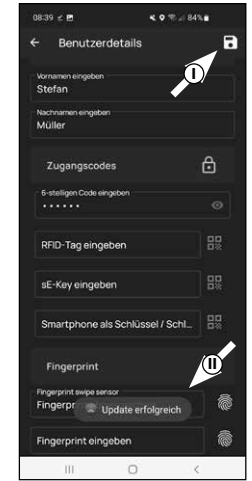

Abb. 17
8 Abschließend tippen Sie oben rechts auf Speichern (I) (Abb. 17). Es erscheint eine Infobox mit „Update erfolgreich“ zur Bestätigung (II) (Abb. 17).